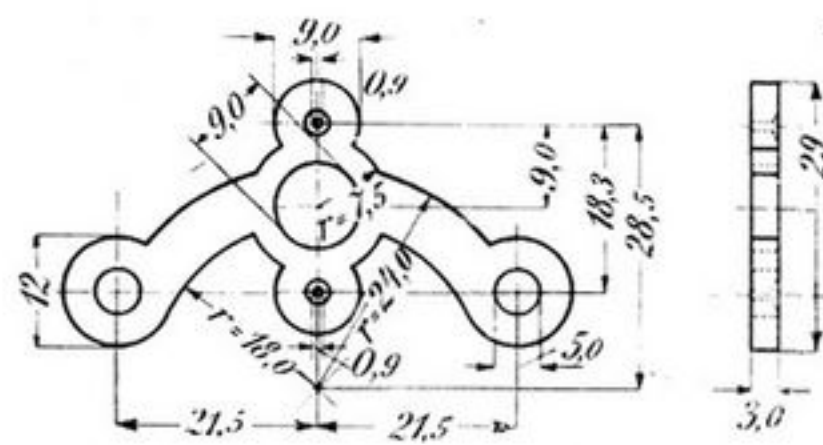

Abb. 117. Gangkloben
22. Die Kantenbrechungen und beide Klauen an den wirkenden, also abgerundeten Teilen, mit Diamantine und Zink polieren. 23. Ober- und Unterflächen mit feinstem Schmirgelstein schleifen. 24. Die Oberfläche mit einer Zinnplatte und Diamantine vorpolieren. 25. Den jetzt fertigen Anker auf die Welle schlagen und zusammen mit dem Gangrade in den Eingriffszirkel setzen; 26. sein richtiges Zusammenwirken mit dem Gangrade feststellen. 27. Den ermittelten Achsenabstand auf den Gangkloben genau übertragen, also einen Kreisbogen von 18,3 mm Radius (Abb. 117) um das obere Loch für das Gangtrieb schlagen. 28. Zwei Kreise um beide Pfeiler-
Nunmehr kann der Gangkloben seine äußere Form erhalten (Abb. 117). Hierbei lassen wir dem Lehrling die Wahl, wie er ihn formen will. Er mag ihn nur möglichst leicht und luftig machen, so daß vom Anker und seiner Gabel auch möglichst viel zu sehen ist.